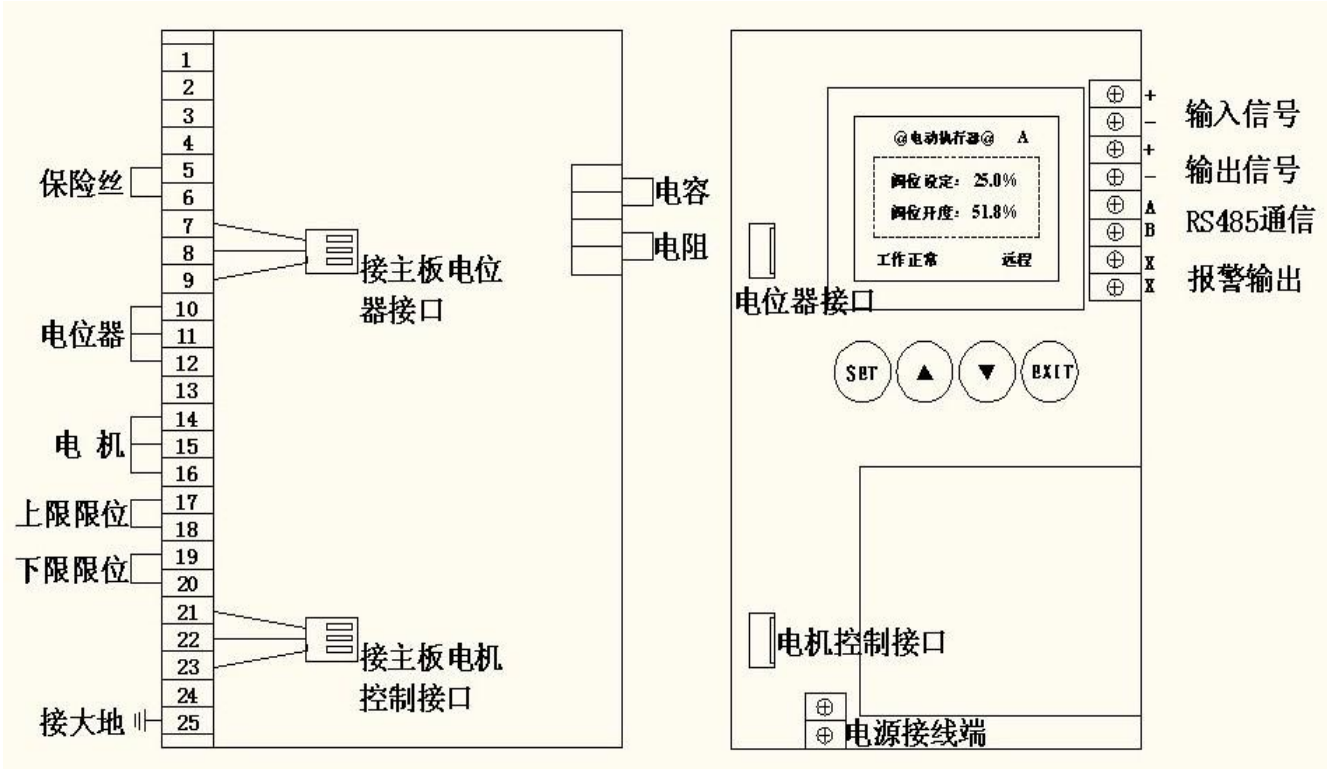

图 10 底板接线端子说明
- ②、电位器信号输入
- ③、执行器输出轴关闭指示灯（红色）
- ④、执行器输出轴打开指示灯（绿色）
- ⑤、电机控制信号输出
- ⑥、220V 电源输入接线端子
- ⑦、信号输入、输出、RS485、报警接线端子
- ⑧、菜单退出键（兼“就地” / “远程” 切换操作）
- ⑨、数据“-”（兼就地朝下操作）
- ⑩、数据“+”（兼就地朝上操作）
- ⑪、参数设置键（菜单切换、选择、确定）
6.3 底板接线说明 如图 10